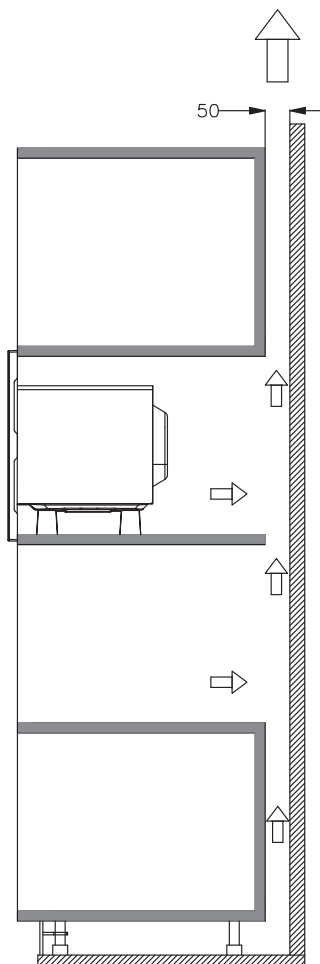

Fig. 4
d) Utilizați șuruburile din ambalajul pieselor pentru a fixa cuptorul cu microunde în dulap. (Fig. 4)